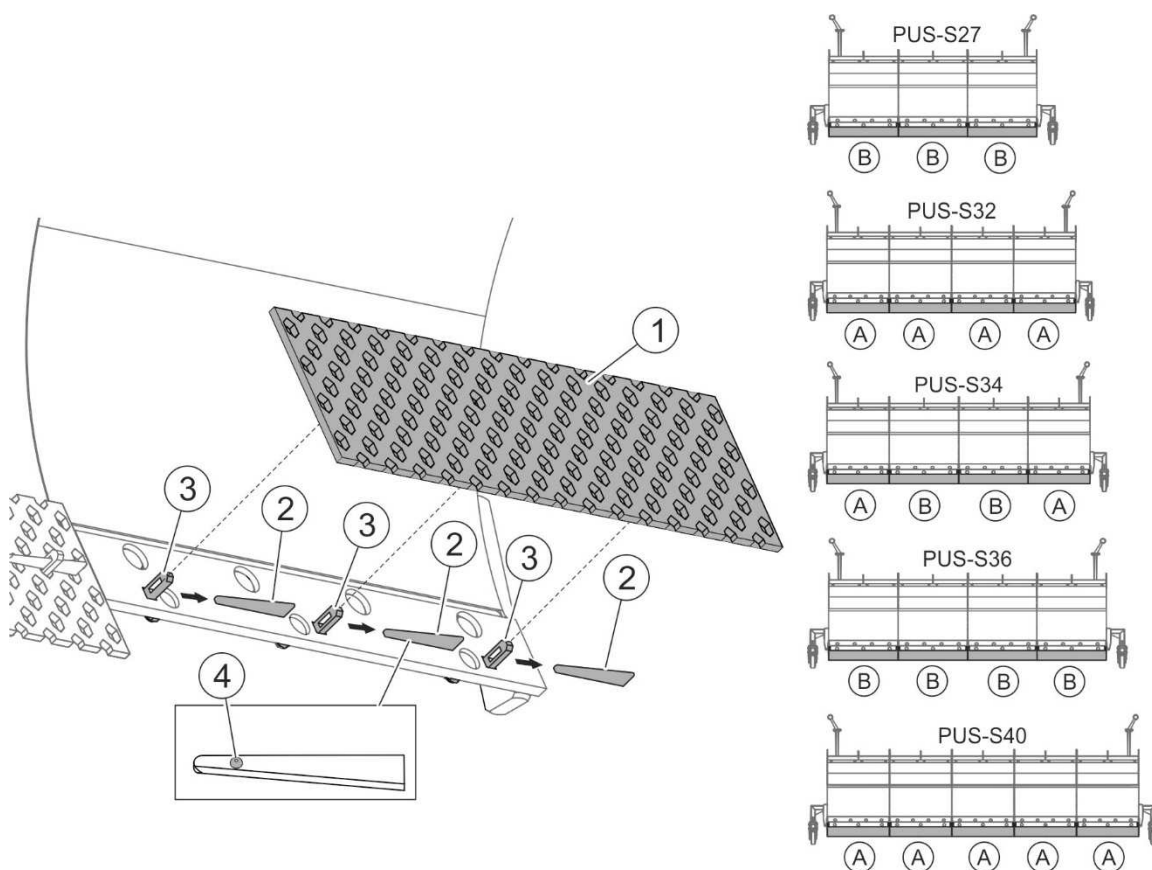

РИСУНОК 5.2 Замена перфорированных кромок (опция).
(1) - перфорированная кромка отвала; (2) - клин; (3) - болт под клин; (4) - выступ на клине; (А) - короткий сегмент; (В) - длинный сегмент
Чтобы снять перфорированную кромку (1) (РИСУНОК 5.2), необходимо выбить клинья (2) из отверстий в болтах (3) и снять кромку с болтов (3). После установки соответствующего сегмента кромки (А) или (В), в зависимости от модели снегоотвала (ТАБЛИЦА 5.2), забить клинья (2) в отверстия в болтах (3). Клинья (2) следует устанавливать выступами (4) вверх.